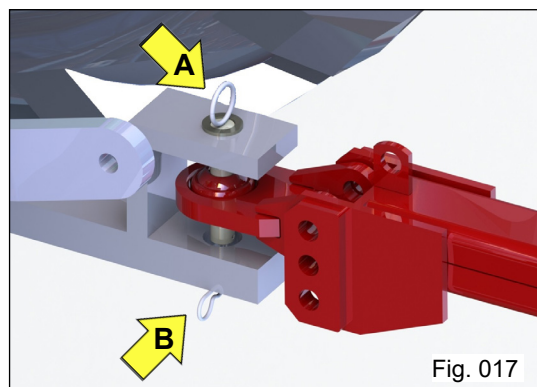

Fig. 017
c) Proceda o engate da plantadora ao trator fixando o pino de engate "A" e a trava de aço "B" (Fig. 017);